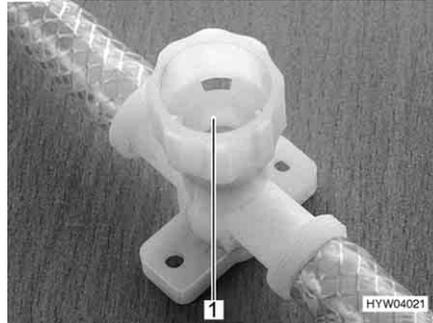

Fig. 143 Rubinetto di scarico per scaldacqua
- Chiudere tutti i rubinetti di scarico. A tal fine ruotare i coperchi (Fig. 143,1) in senso orario.
- Aprire tutti i rubinetti di scarico dello scaldacqua. A tal fine ruotare i coperchi (Fig. 143,1) in senso antiorario.